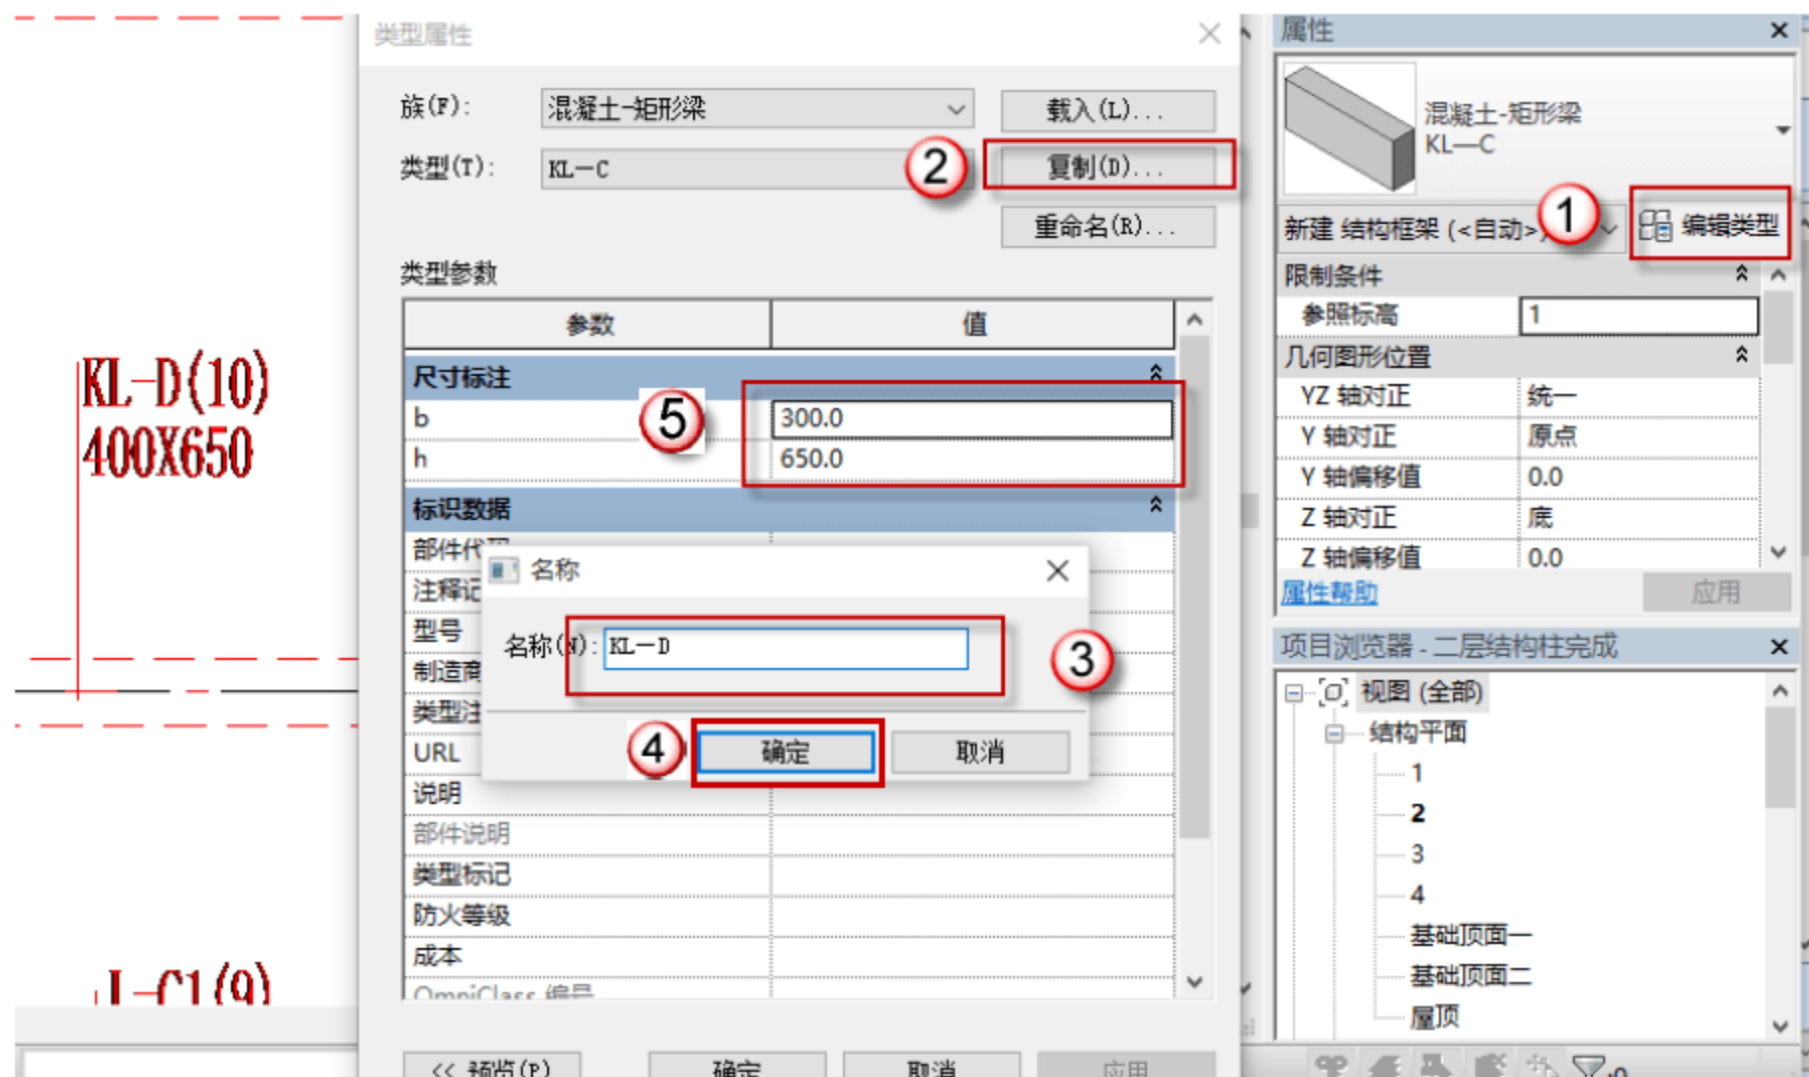

图 4.2.20 设置 KL-D 参数
(20) 设置矩形梁 KL-D 参数, 按快捷键 B+M, 出现绘制的界面, 单击“编辑类型”按钮, 在弹出的对话框中单击“复制”按钮, 再在弹出的对话框中命名新的族 KL-D, 单击“确定”按钮。在“尺寸标注”栏设置参数, 如图 4.2.20 所示。